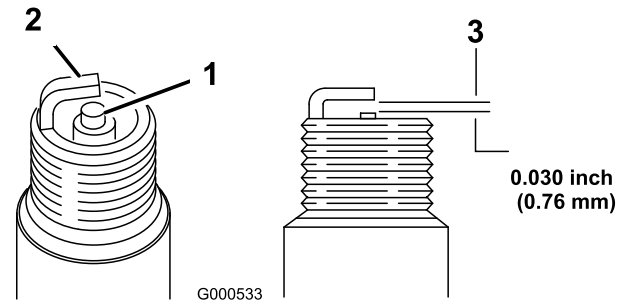

Figura 40
1. Mire la parte central de las bujías (Figura 40).
2. Compruebe la separación entre los electrodos central y lateral (Figura 40) y doble el electrodo lateral si la separación no es correcta.
3. Conecte los cables a las bujías (Figura 40).